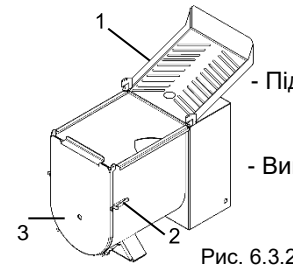

Рис. 6.3.2
- Відкрийте застібки застібки «2» Рис. 6.3.2,
щоб звільнити передню кришку «3» Рис. 6.3.2